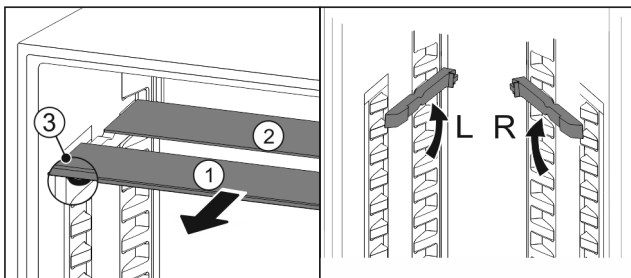

Fig. 96
- ▶ estrarre i ripiani di vetro singolarmente tirando in avanti Fig. 96 (1).
- ▷ Il piano in vetro Fig. 96 (1) con il motivo ornamentale è nella parte anteriore.
- ▷ I fermi Fig. 96 (3) sono rivolti verso il basso.